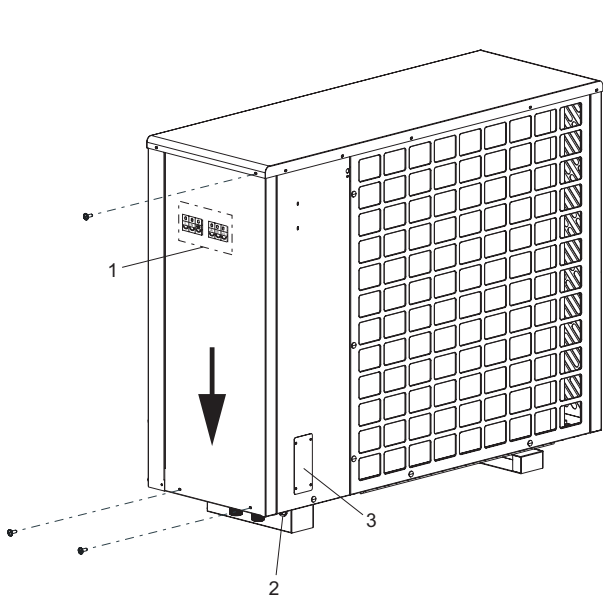
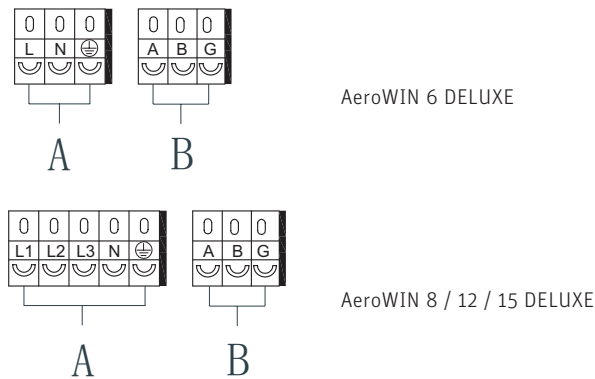
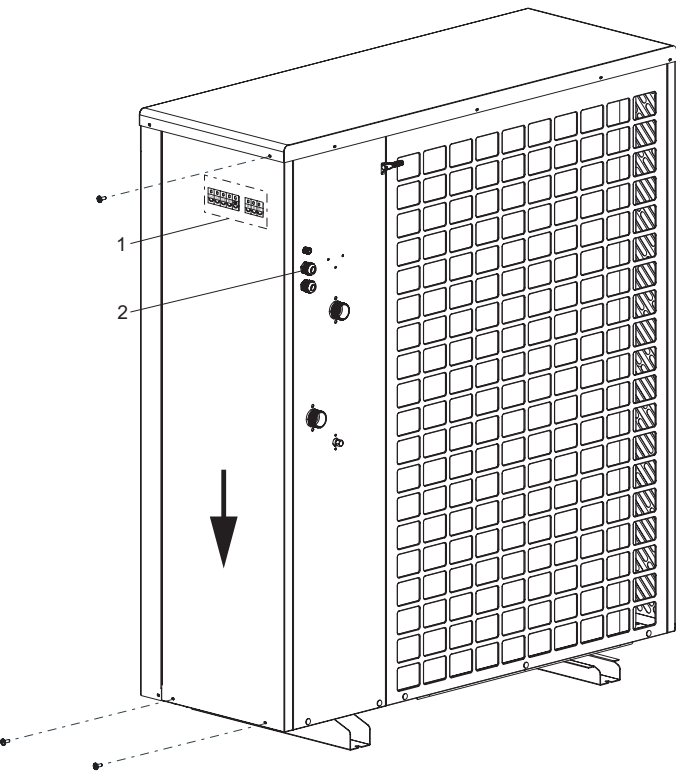

Fig.25 Linke Seitenwand entfernen AeroWIN 6/8 DELUXE
Fig.24 Anschluss-Klemmleisten Außeneinheit Wärmepumpe
Fig.27 Linke Seitenwand entfernen AeroWIN 15 DELUXE
- ▶ Verbinden Sie die Spannungsversorgung der Wärmepumpe mit den Innenklemmen – Fig. 24. Führen Sie die Kabel durch die dafür vorgesehenen Öffnungen – Fig. 25 bis Fig. 27.
► 3 Schrauben bei der linken Seitenwand entfernen und Seitenwand nach unten schieben – Fig.25 bis Fig.27. Bei Schwergängigkeit zusätzlich auch die Schrauben der oberen Abdeckung lösen.